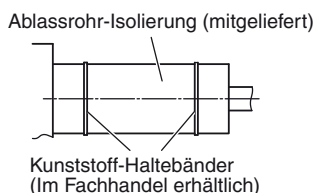

Abb. 3-9
- (2) Nachdem das Ablaufrohr gut befestigt wurde, das mitgelieferte Abdichtmaterial und die Isolierung um das Rohr wickeln, dann mit Kunststoff-Haltebändern sichern. (Abb. 3-9)